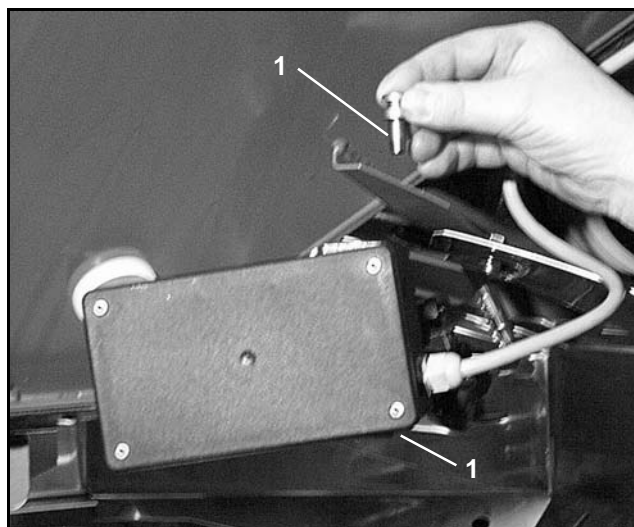

Fig. 6
- Begge forbindelses bolte (Fig. 6/1) trækkes ud.